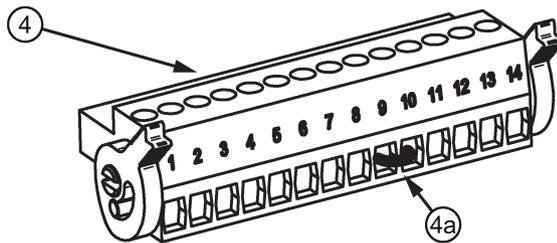

图 2-5 信号连接器
通过信号连接器 ④ 上引脚 9 和引脚 10（参见图 2-5 信号连接器 (页 19)）之间的跳线使能/禁用缓冲运行。